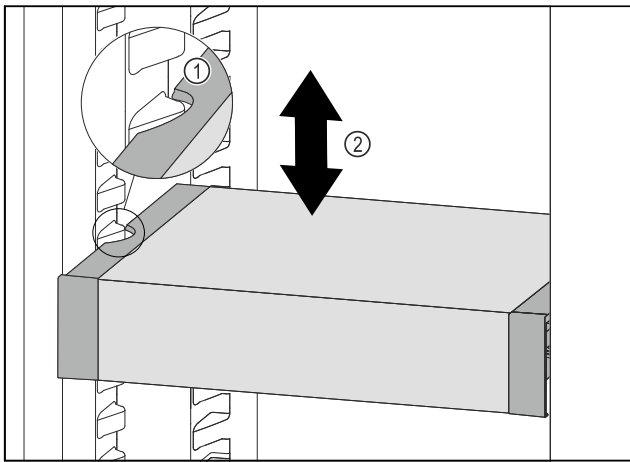

Fig. 108
- ▶ Tirer le VarioSafe vers l'avant jusqu'à ce que les encoches latérales du VarioSafe soient à la hauteur de la nervure du bac dans la partie réfrigérateur. Fig. 108 (1)
- ▶ Déplacer le VarioSafe vers le haut ou vers le bas dans la partie réfrigérateur jusqu'à ce que la hauteur souhaitée soit atteinte. Fig. 108 (2)